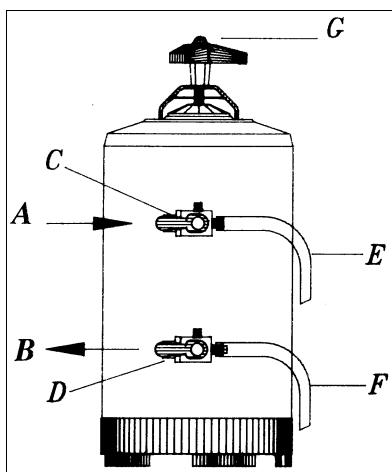

Рис.1. Основные узлы оборудования
2. Откройте оба крана С и D (поверните их влево, как показано на рис.1) и промывайте умягчитель проточной водой в течение по крайней мере 10 мин до тех пор, пока вода, вытекающая из трубки F, не станет прозрачной. Слив из трубки F производится в открытый сифон.